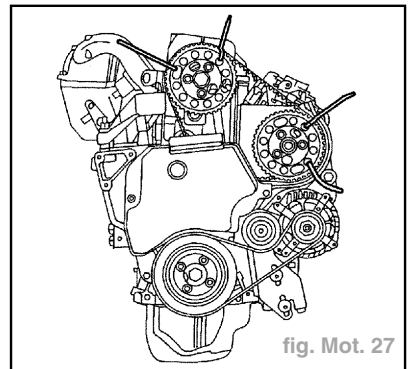

fig. Mot. 27
- le câble d'accélérateur (1),
- le câble de ralenti accéléré (2),
- les tubes d'arrivée et de retour de carburant (3),
- les conduits (4) d'alimentation des injecteurs.
- Immobiliser la courroie sur les poulies de la pompe d'injection et d'arbre à cames (utiliser les colliers plastiques) (fig. Mot. 27).
- Immobiliser la courroie sur les poulies de la pompe d'injection et d'arbre à cames (utiliser des colliers plastiques) (fig. Mot. 27).